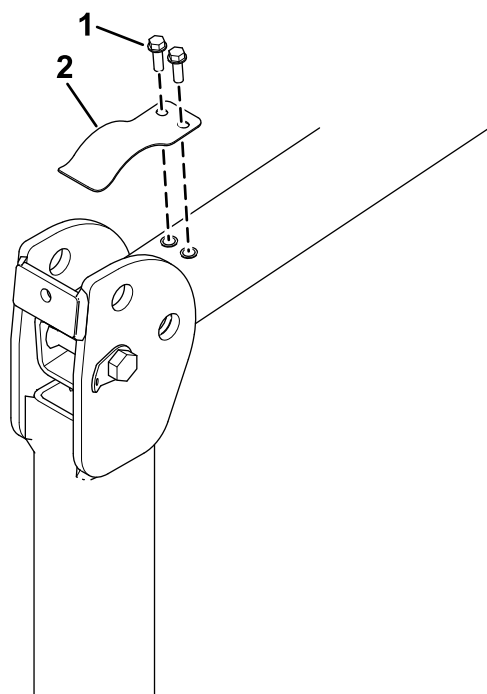

Bild 15
1. Entfernen Sie bei abgesenktem Überrollbügel die geräuschkämpfende Blattfeder (Bild 15) von jeder Seite des Überrollbügels.